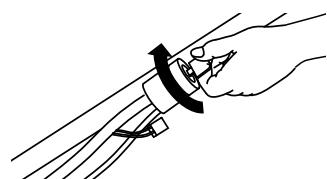
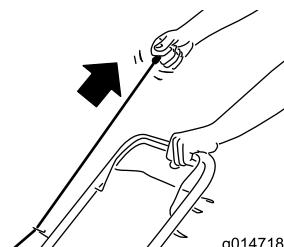

Figura 15
Figura 16
2. Girate la chiave di accensione (solo modelli con avviamento elettrico; fate riferimento a Figura 15) o tirate l' avviatore autoavvolgente (Figura 16).